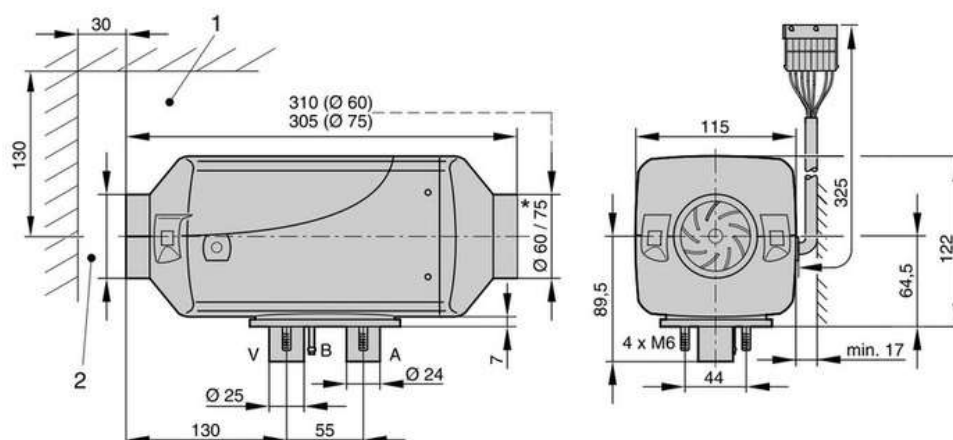

Figura 2
2.2.1 Dimensiuni de gabarit al încălzitorului independent figura 2